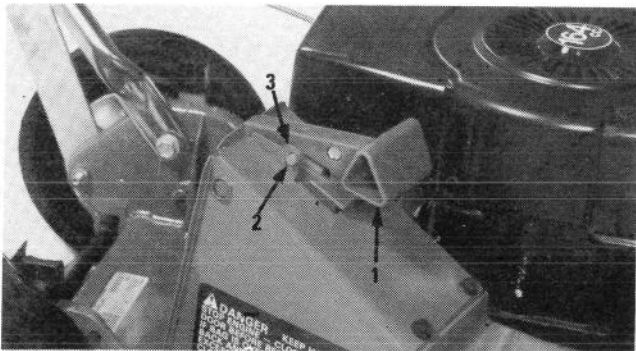

Figure 3
1. Assurez-vous que la poignée de la porte d'éjection sur la tondeuse soit poussée entièrement vers l'avant et que la porte soit complètement fermée (Fig. 3).
Remarque: La cheville de loquet doit être engagée dans le crochet (Fig. 3).